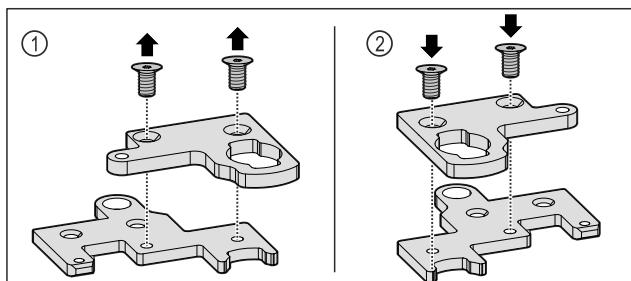

Fig. 35
► 拆开两件式合页角铁。 Fig. 35 (1)
► 将两件式合页角铁转动 180° 后重新组装在一起。 Fig. 35 (2)